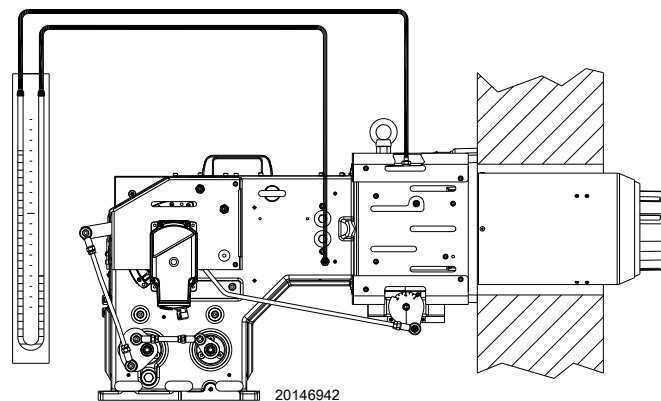

图 20
- 安装一个U型压力计或差压压力计（图 20），插座的(+) 端为管路接口的燃气压力，(-) 端在炉腔内。
管接头处的 U 形压力表（图 20）或该处压力测试点上的数字压力表在燃气达到此处时显示燃气压力。